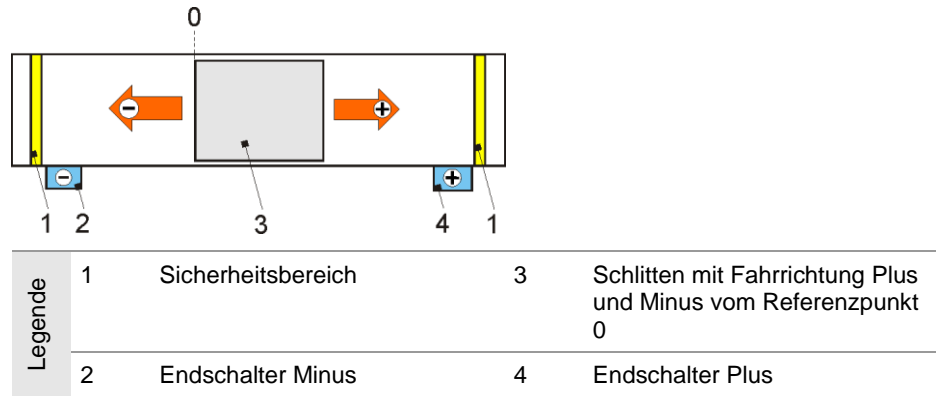

Bild 7: Beispiel Verfahrriechtung und Endschalter-Beschaltung
2. Die Drehrichtung des Motors prüfen. Sie muss die Sicherheitsendschalter berücksichtigen (Bild 7). Ggf. die Drehrichtung des Motors ändern.